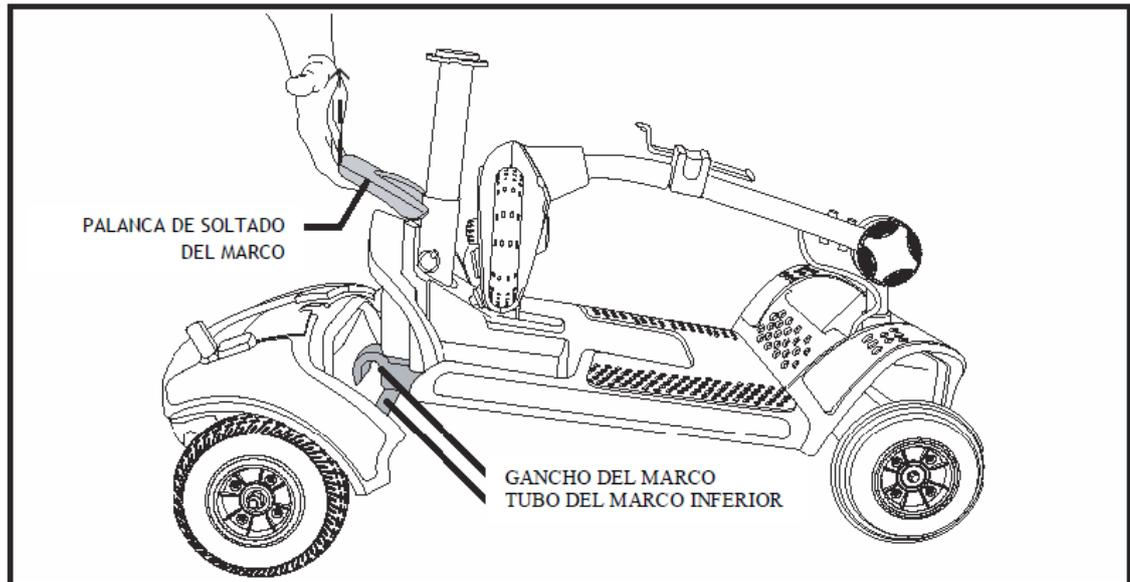

Figura 16. Separación del marco
2. Suba la palanca de soltado del marco hasta que los ganchos del marco dejen de estar enganchados en el tubo del marco inferior. (Ver la figura 16).
NOTA: Antes de comenzar el montaje, incline la mitad trasera de su Scooter ligeramente hacia atrás sobre las ruedas antideslizantes como se muestra en la figura 16.
1. Utilice la palanca de soltado del marco para subir la parte delantera mientras alinea los ganchos del marco de la parte delantera con el tubo del marco inferior de la parte trasera. (Ver la figura 16).